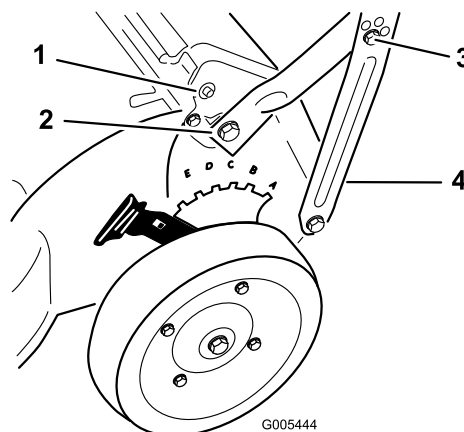

Figure 3
- Fixez le guidon au carter au moyen des boulons et rondelles déposés à l'étape 2 (modèle 22163 uniquement), mais ne les serrez pas (Figure 3).